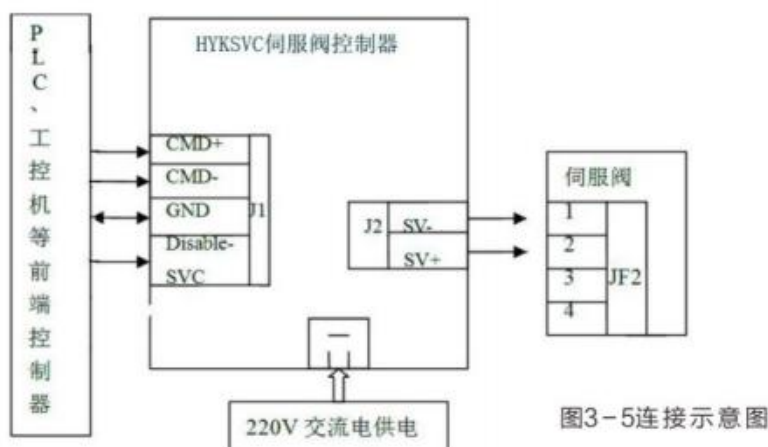

图3-5连接示意图
1、用户的前端控制器与该控制器以及阀的连接示意图如图3-5所示。